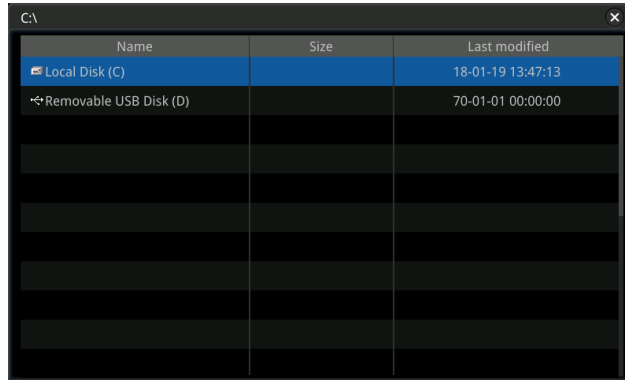

Figure 18-1 ディスク管理インタフェース
**Storage** → **Disk** と押すと、Figure 18-1 のようにディスク管理インタフェースが開きます。マルチ・ファンクション・ノブを回してディスクを選択し、ノブを押してディスクを開きます。タッチ・スクリーンでも操作することができます。